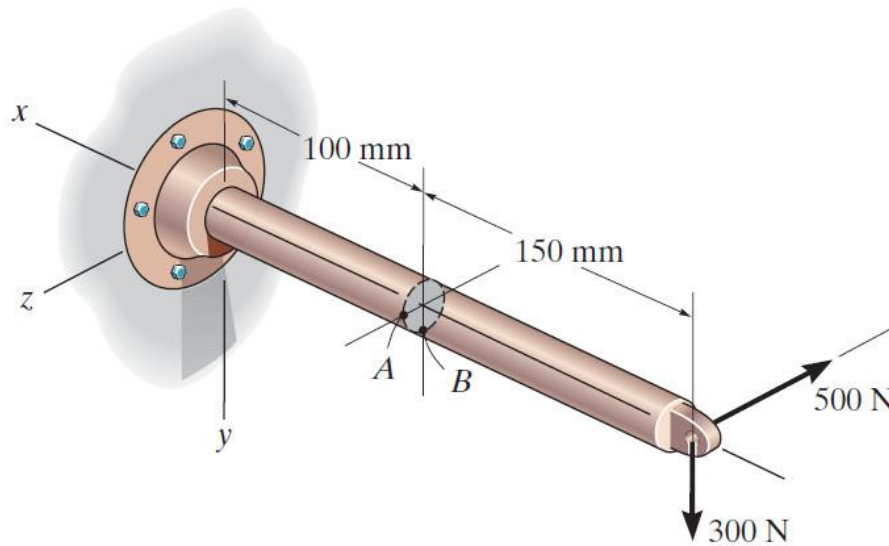

Figura 4.17
4.6.1 Trace o estado de tensão dos pontos A e B da Figura 4.17 com $d=40\text{mm}$.